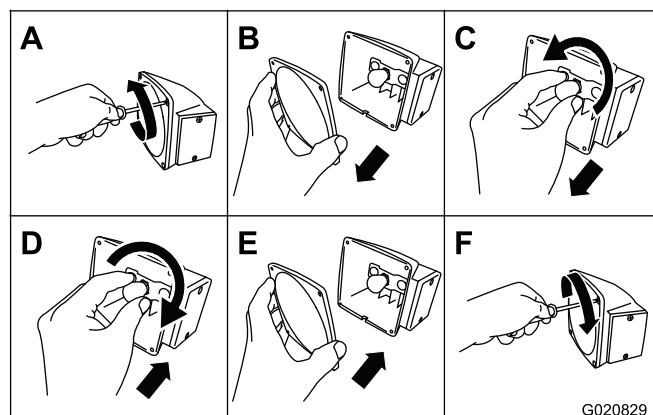

Figura 53
1. Utilice un destornillador para retirar los 4 tornillos de la lente cuadrada grande de la luz (Figura 53).
2. Retire la lente (Figura 53).
3. Empuje y gire la lámpara en sentido antihorario para retirarla del zócalo (Figura 53).
4. Coloque una lámpara 1157 nueva a presión en el zócalo, y gírela en sentido horario (Figura 53).
5. Instale la lente y los 4 tornillos (Figura 53).